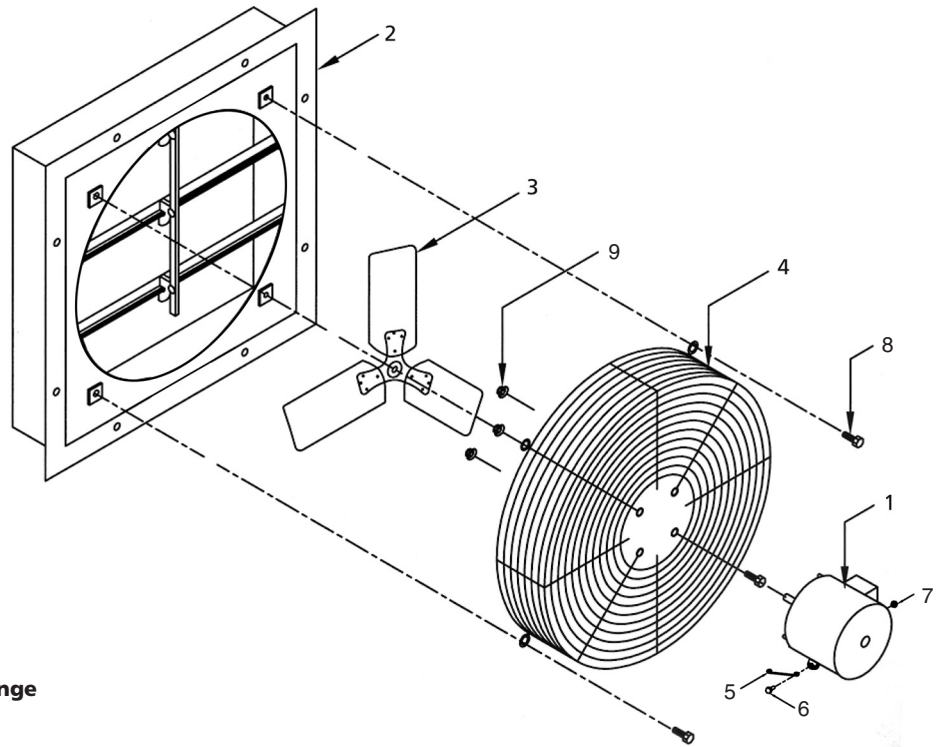

Figure 3 : Illustration des pièces de rechange
1. Consulter l'illustration du placement des pièces (Figure 3).
ATTENTION *Eviter de réparer une hélice endommagée. Remplacer par une hélice bien équilibrée (voir Figure 3, référence no. 3).*